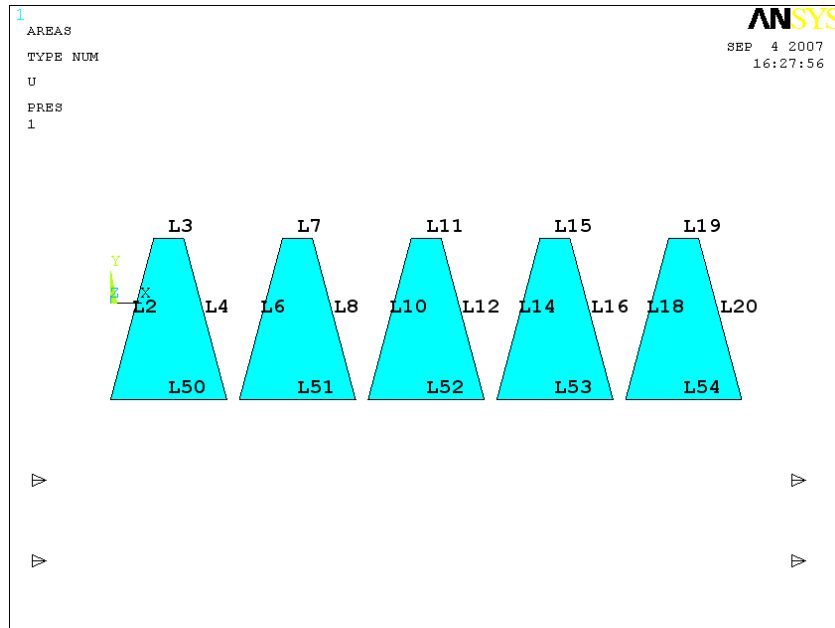

Рисунок 40. Результаты выбора поверхностей с линиями внедрения
5. Нажимаем кнопку **OK** в окне выбора (Рисунок 40).